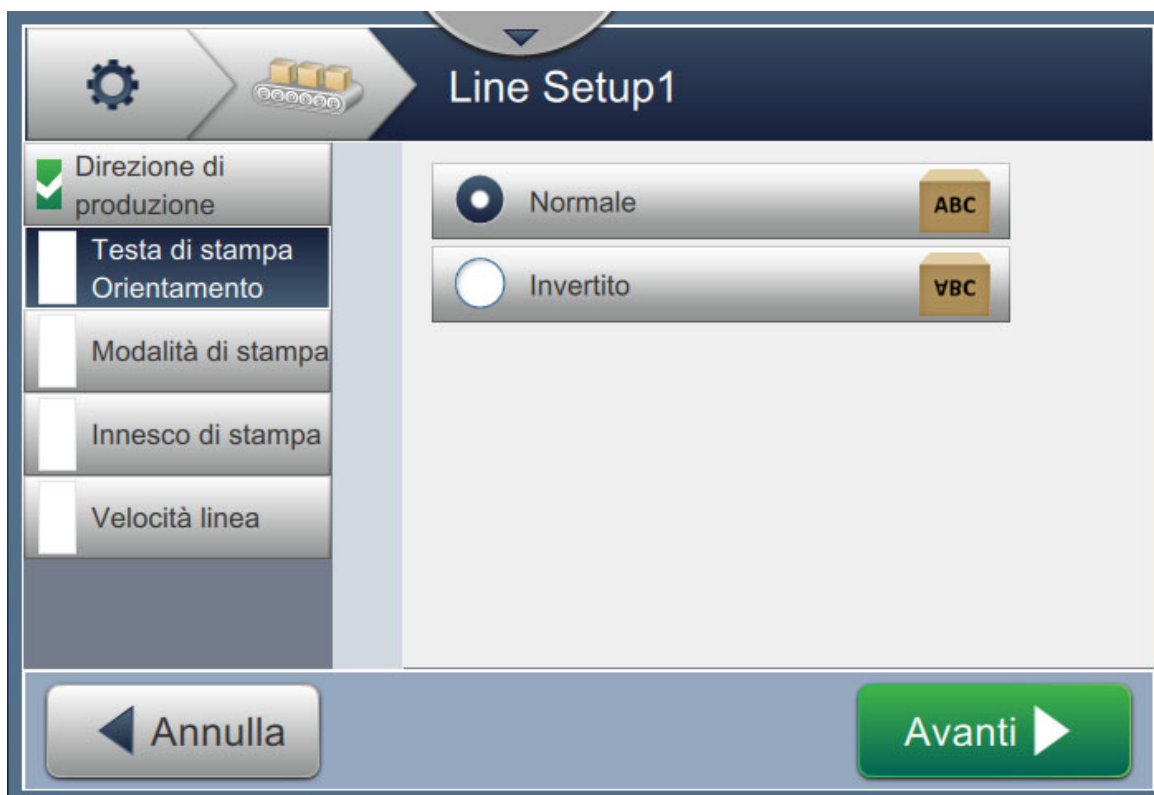

Figura 6-28: Configurazione linea - Orientamento testa di stampa
1. Selezionare l'orientamento della testa di stampa, come da Figura 6-28.